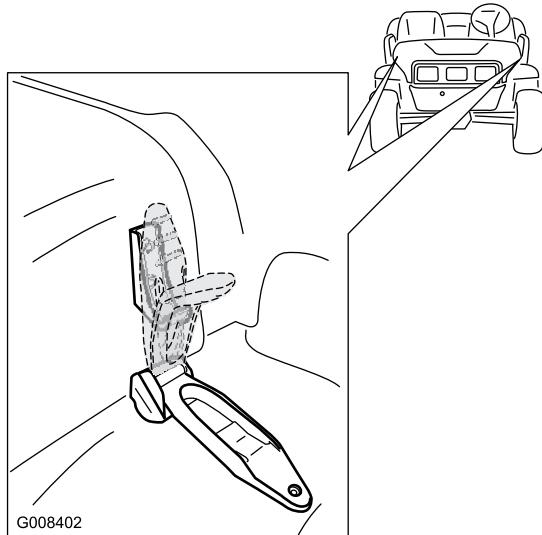

Figura 25
1. Sollevate la stegola dei fermi in gomma su ciascun lato del cofano (Figura 25).
2. Fissate il cofano allineando i fermi in gomma sugli ancoraggi dei fermi su ciascun lato del cofano (Figura 25).